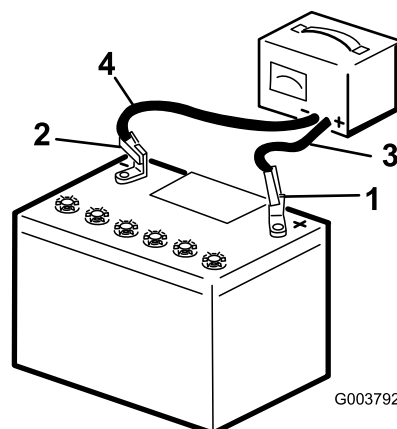

Bild 81
3. Schließen Sie das Plus-Batterieladegerätkabel am Pluspol der Batterie an (Bild 81).
4. Schließen Sie das Minus-Batterieladegerätkabel am Minuspol der Batterie an (Bild 81).
6. Wenn die Batterie ganz aufgeladen ist, ziehen Sie den Stecker des Ladegeräts aus der Stromquelle. Klemmen Sie dann die Klemmen des Ladegeräts von den Batteriepolen ab (Bild 81).